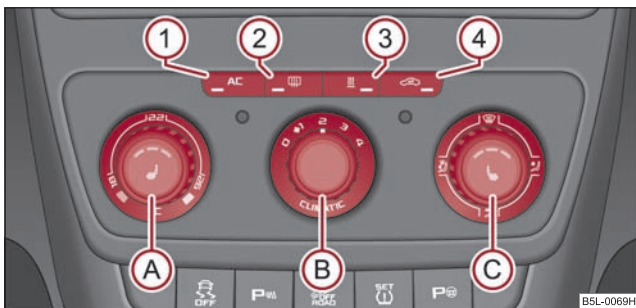

Fig. 138 Climatic: Elementele de comandă
Instalația de răcire funcționează numai când tasta  ⇒ pagina 110, fig. 138  este apăsată și se îndeplinesc următoarele condiții:
- Rotiți regulatorul rotativ (A) ⇒ fig. 138 spre dreapta pentru a mări temperatura.
- Rotiți regulatorul rotativ (A) spre stânga pentru a reduce temperatura.
- Apăsăți tasta (AC) (1) ⇒ fig. 138. Lampa de control din tastă se va aprinde.
- Apăsând încă o dată pe comutatorul (AC) instalația de răcire se va opri. Lampa de control din tastă se stinge.
- Apăsați tasta  **4** ⇒ pagina 110, fig. 138, lampa de control din tastă se aprinde.
Când regulatorul  se află în poziția  ⇒ pagina 110, fig. 138, recircularea aerului este oprită automat. Prin apăsarea repetată a tastei  puteți porni recircularea aerului și în această poziție.